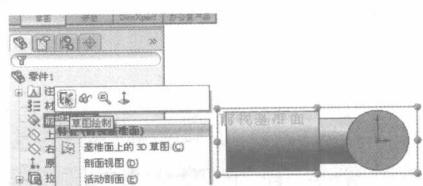

图 2-1-15
① 单击标准视图图标 ，选择 前视，在前视基准面插入草图，方法类同步骤三①，如图 2-1-15 所示。